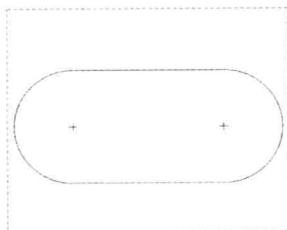

图 2-110 加厚草图
Step 04 单击“接受值”按钮,在弹出的“于箭头方向输入偏移”数值框中输入 0,单击“接受值”按钮,并单击“类型”对话框中的“关闭”按钮,即可加厚草图,如图 2-110 所示。